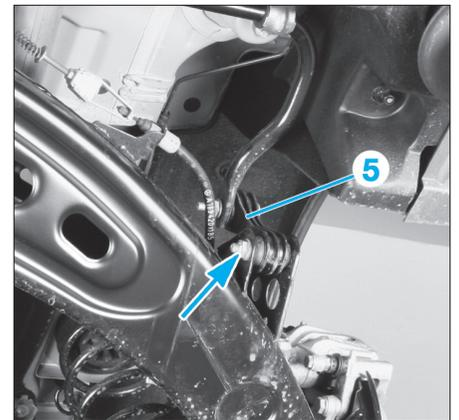

FIG. 27
- déposer les biellettes de barre stabilisatrice (5) de l'essieu arrière (Fig.27).